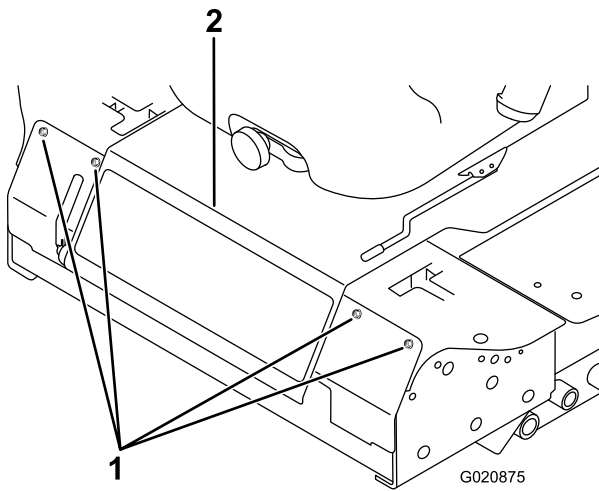

Bild 58
3. Nehmen Sie die Schrauben ab, mit denen die Frontplatte befestigt ist, und nehmen Sie sie ab (Bild 58).